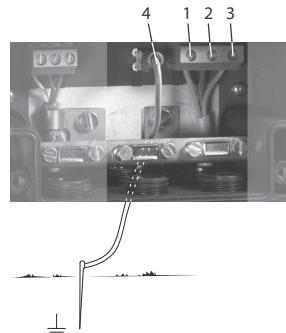

Fig. 4 Branchement électrique et mise à la terre
Nota Si l'unité CIU est montée sur rail DIN SANS connexion à la terre ou sur un mur, elle doit être reliée à la terre via la borne de terre. Voir fig. 4, pos. 4.
2. Raccorder le câble d'alimentation à l'unité CIU (fig. 4, pos. 1, 2 et 3).